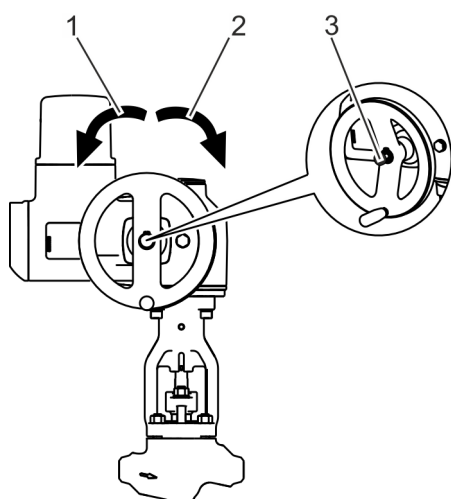

Fig. 20: Accionamiento eléctrico: accionamiento del volante en caso de emergencia (en la figura: HD 2000)
2. ➤ Enganche el volante (Fig. 20/3).
- Giro en sentido horario (Fig. 20/2): cerrar la válvula.
- Giro en sentido antihorario (Fig. 20/3): abrir la válvula.